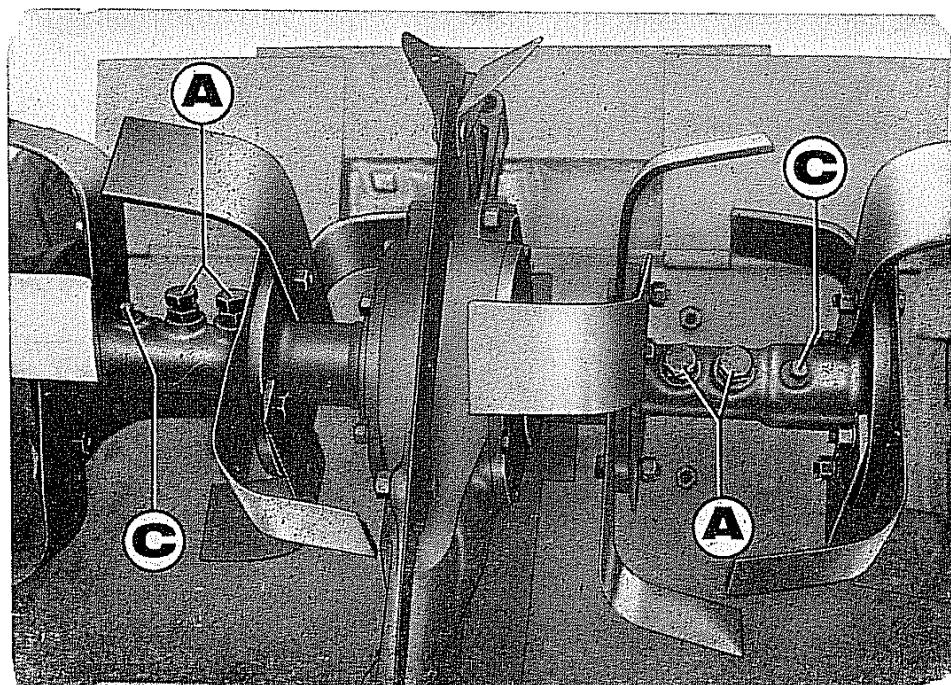

Fig. 6 - Smontaggio e lubrificazione dei supporti zappe
**Importante:** Si consiglia periodicamente di introdurre olio togliendo i tappi **C** (fig. 6); tale olio può essere di qualità scadente, trattandosi di lubrificazioni secondarie ed indipendenti dal gruppo conico.